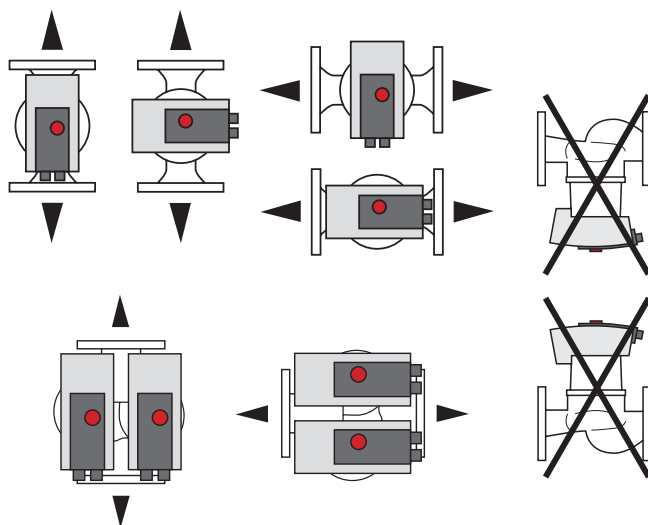

Fig. 4: Dopustni vgradni položaji
1. Preverite dopustne vgradne položaje → Fig. 4.